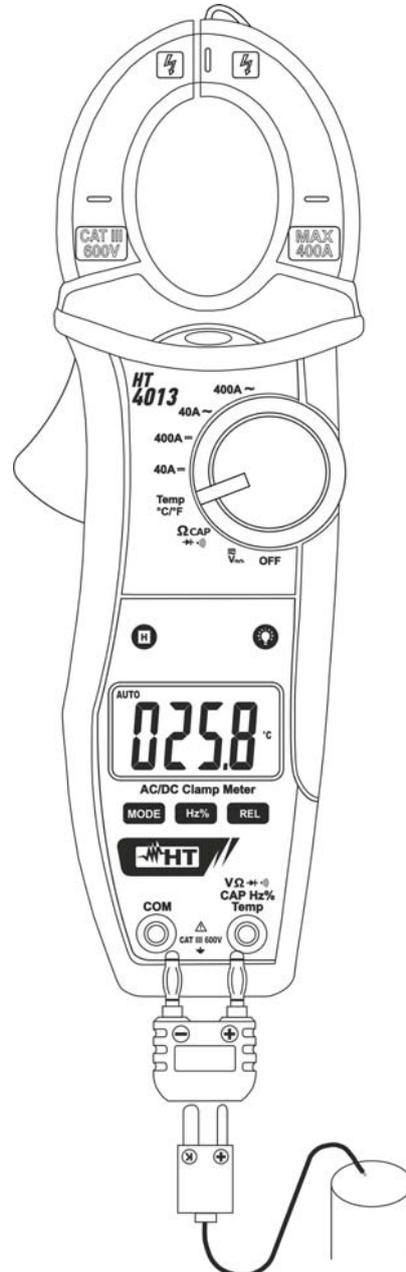

Abb. 9: Verwendung der Zange für Temperaturmessung
3. Verbinden Sie den mitgelieferten K-Typ Drahtfühler mit der **VΩ CAP Hz %Temp** und **COM** Eingangsbuchse mithilfe des entsprechenden Adapter. Achten Sie dabei auf die Polarität, die in Abb. 9 angegeben ist. Der Temperaturwert erscheint auf dem Display.